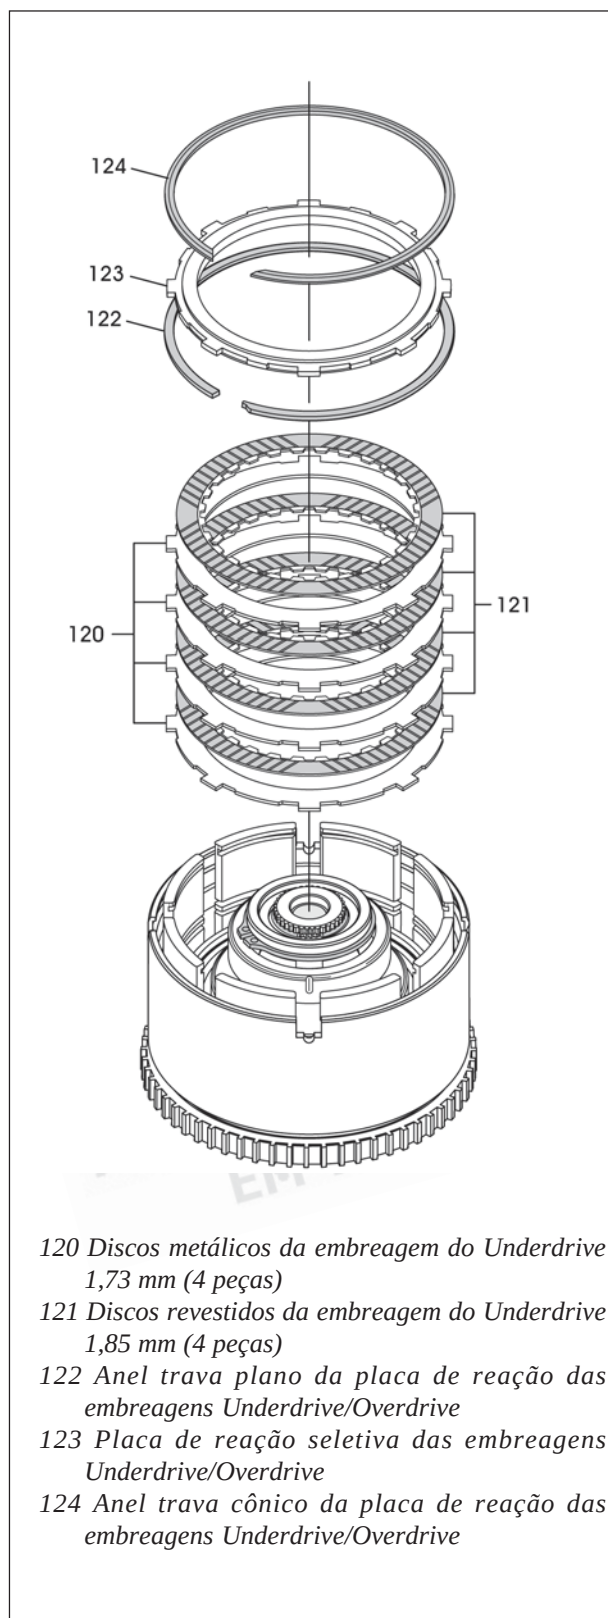

Figura 186
22. Instale o pacote de embreagem da Underdrive começando com um disco de aço e alternando com um disco revestido, conforme mostra a figura 186, até instalar quatro de cada.
23. Para evitar danos aos discos de embreagem, remova o ultimo disco de composite (revestido) instalado e instale o anel trava PLANO da placa de reação, conforme mostra a figura 186, na ranhura inferior.
25. Instale a placa de reação seletiva das embreagens Overdrive/Underdrive no topo do anel trava plano, conforme mostra a figura 186.
26. Instale o anel trava CÔNICO da placa de reação das embreagens Underdrive/Overdrive com seu lado cônico voltado para cima, conforme mostra a figura 186, e certifique-se que ele esteja totalmente assentado.